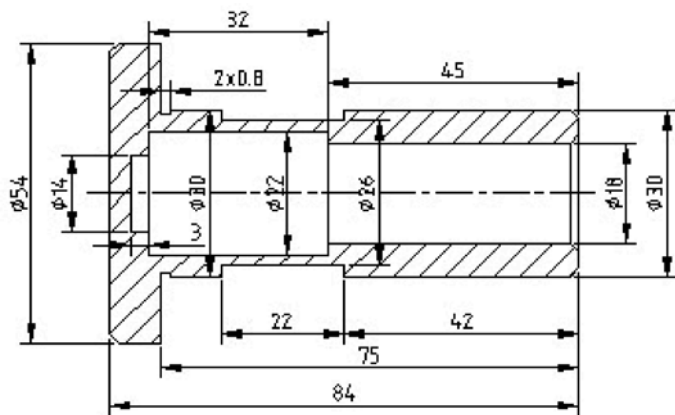

图 3-138 绘制实体模型
- (1) 什么是零件特征？基础实体特征主要包括哪些特征？
- (2) 基准特征主要包括哪些特征？
- (3) 在创建旋转特征的过程中，如果在绘制旋转截面的时候，绘制了多条几何中心线，那么如何将较后创建的一条几何中心线定义为旋转轴？
- (4) 上机操作：按照如图 3-138 所示的相关尺寸建立相应的三维实体模型，倒角可以忽略。